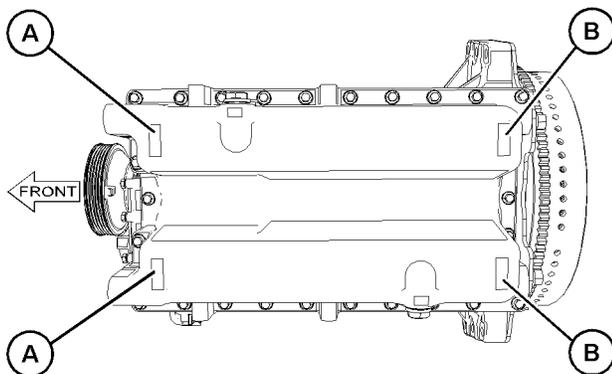

Ilustración 39
- (A) Tacos de soporte delanteros
- (B) Tacos de soporte traseros
Los tacos de soporte en las posiciones (A) pueden soportar una carga máxima distribuida equilibradamente con un peso combinado de 912 kg (2010 lb); consulte la ilustración 39 .
Los tacos de soporte en las posiciones (B) pueden soportar una carga máxima distribuida equilibradamente con un peso combinado de 386 kg (851 lb); consulte la ilustración 39 .